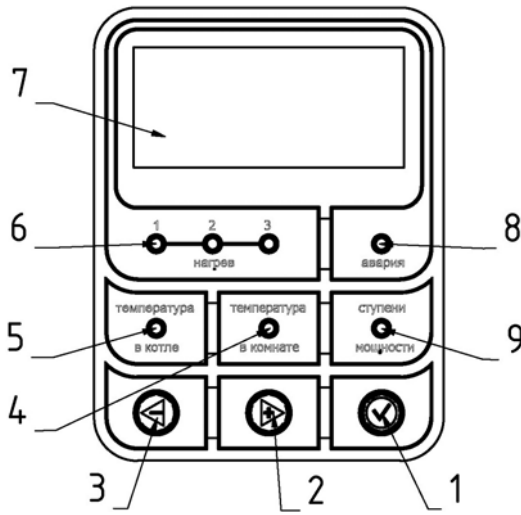

Рис. 5 Панель управления
4.10. Состояние работы прибора отражается на панели управления (Рис. 5). Панель управления содержит следующие элементы:
- ✓ Дисплей (7) отображает параметры работы прибора.
- ✓ Индикатор «нагрев» (6) показывает, сколько ступеней мощности (от 1-ой до 3-ех) включено, и работает в данный момент.
- ✓ Индикатор режима отображения температуры теплоносителя в приборе (5)
- ✓ Индикатор режима отображения температуры воздуха в помещении (4)
- ✓ Индикатор режима отображения количества разрешенных для включения ступеней мощности (9)
- ✓ Кнопка уменьшения показаний (3) / прокрутки меню (⇐)
- ✓ Кнопка увеличения показаний (2) / прокрутки меню (⇒)
- ✓ Кнопка выбора (1) / входа в меню (✓)
- 7.11. На дисплей выводится текущая информация о состоянии прибора. С помощью кнопок на панели управления обозначенных (⇐) и (⊕) (Рис.5) (2),(3), можно изменять отображаемые параметры работы, переключаясь между текущими значениями параметров «температура в котле», «температура в комнате», «ступени мощности», свечение индикаторов (5),(4),(9) указывает на отображаемый в данный момент параметр.
- 7.12. Для изменения уставки отображаемого параметра необходимо нажать на кнопку выбора (✓) (1) (Рис.5), перед цифрой на индикаторе появляется нижний пробел (например: \_25), это означает, что прибор перешёл в режим изменения уставки, далее с помощью кнопок (⇐) и (⊕) (2),(3), можно задать требуемую уставку параметра. Для выхода из режима установки необходимо еще раз нажать на кнопку (✓), либо подождать ~ 10 секунд.
- 7.19. Для входа в сервисное меню нужно нажать кнопку (✓) (1) (Рис.5), ~ 5 секунд, до появления на дисплее символов «п1», означающих первый пункт меню. С помощью кнопок (⇐) и (⊕); (2), (3), необходимо выбрать пункт меню, который требуется изменить. Для входа в режим изменения пункта меню необходимо нажать на кнопку (✓) далее с помощью кнопок (⇐) и (⊕) можно изменить значение выбранного пункта меню. С помощью последовательных нажатий на кнопку (✓) можно быстро просмотреть установленные значения всех пунктов меню. Для выхода из сервисного меню необходимо, подождать ~ 20 секунд, либо кнопкой (✓) промотать весь список пунктов.